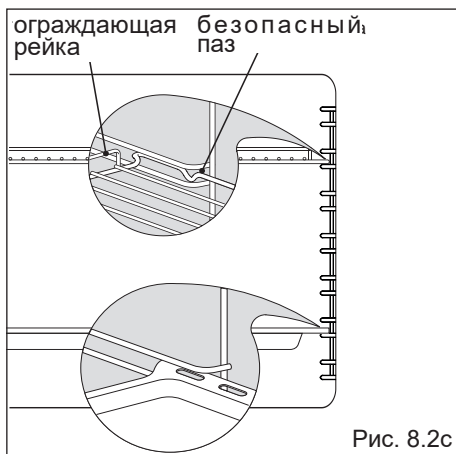

Рис. 8.2c
- Вставьте в, направляющие, полки и противень (рис. 8.2c).